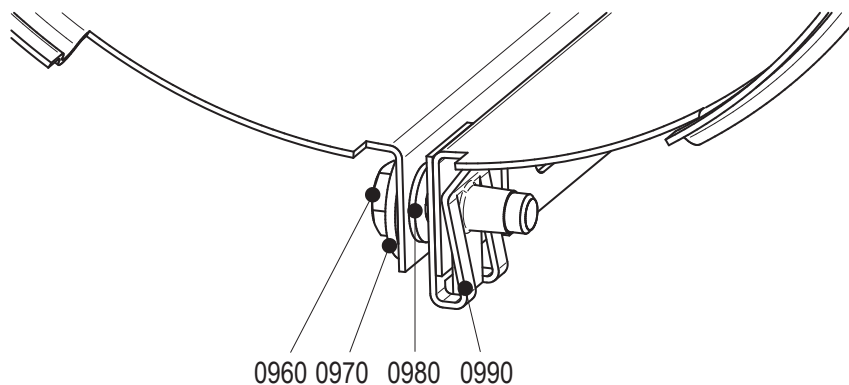

Figure 14: Installation de l'enveloppe.
- 1 Desserrez les boulons (0960). Voir Figure 14.
- 3 Fermez l'enveloppe et posez un boulon (0960). Voir Figure 14.
- 5 Fermez l'enveloppe et posez un boulon (0960). Voir Figure 14.